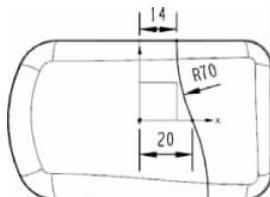
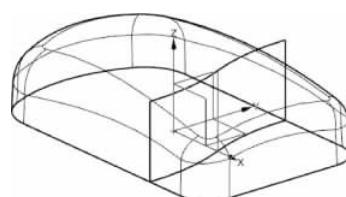

图 3-40 绘制截面(六)
图 3-41 创建拉伸曲面
(24) 在主菜单中选取“格式 | 移动至图层”命令, 在零件图上选取曲面, 单击“确定”按钮, 在【图层移动】对话框“目标图层或类别”文本框中输入“11”, 单击“确定”按钮, 将所选中的曲面移至第 11 层。
(25) 单击“拉伸”按钮 , 以 XY 平面为草绘平面, 绘制草图截面(六), 如图 3-40 所示。
(26) 单击“完成草图”按钮 , 在【拉伸】对话框中“指定矢量”选“ZC ↑”, 开始距离为 0, 结束距离为 25mm。
(27) 单击“确定”按钮, 创建一个拉伸曲面, 在屏幕上方单击 , 如图 3-41 所示。